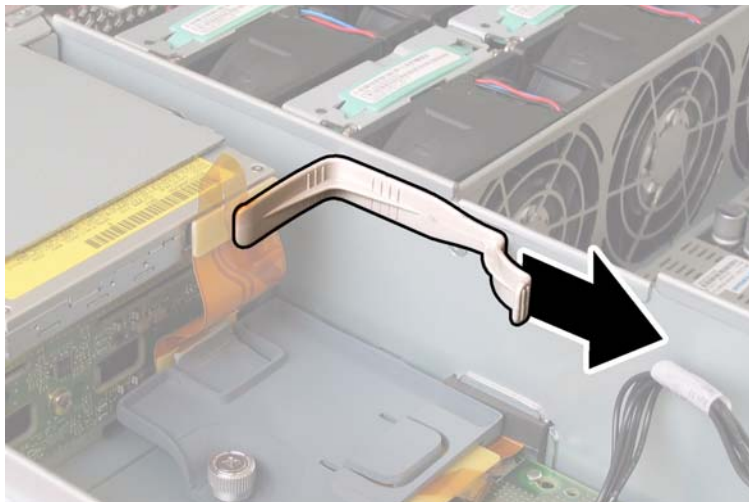

図 4-61 上部ケーブルリテーナの取り外し
8. 上部ケーブルリテーナをシャーシから取り外します。シャーシ背面に向かってリテーナを押し、シャーシ中央の壁にある開口部から取り外します。図 4-61 を参照してください。